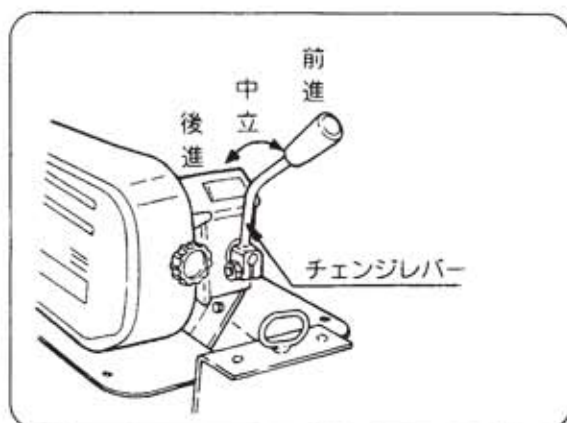

図41
### 9-2 変速のしかた(図41)
- ※ ベルトを外すときは、本機プーリ側から外してください。(図41・43)
- ※ ベルトを掛けるときは、エンジン側から掛けてください。(図41・43)